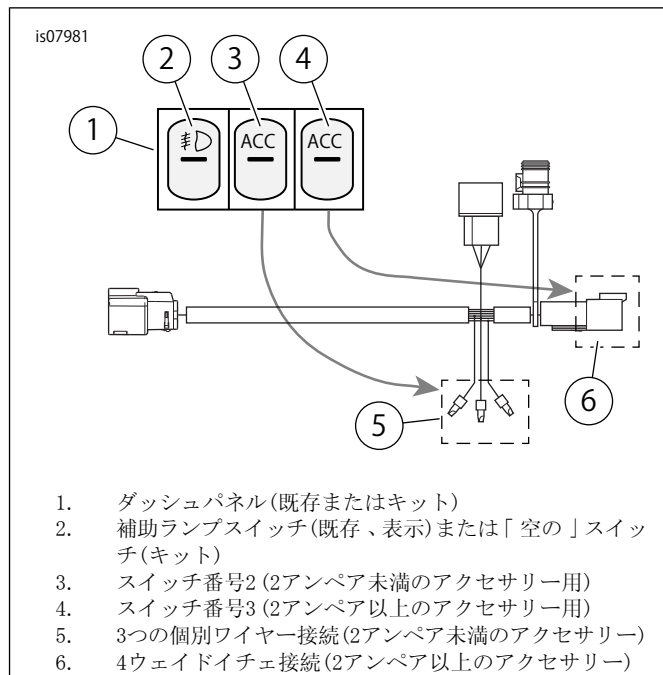

図1. スイッチ接続およびハーネス
2. 4ウェイドイチェソケットパワーコネクション付きのアクセサリ: 「図1」を参照してください。2アンペア以上を必要とするアクセサリには、4ウェイコネクタ(6)を使用する必要があります。コネクタは右側のスイッチポジションにあるスイッチによってコントロールされます。また、2アンペア未満のアクセサリの切り替えにも使用することができます。電気系統接続ハーネスまたは電気アクセサリアダプターに直接接続します。3つの個別ワイヤーを使用して電源に接続されたアクセサリ: 「図1」、「表1」、および「表2」を参照してください。3つのスプライスカップコネクタ(5)は、2アンペア未満を必要とするアクセサリ(2ワイヤー)、またはすでにリレーを有する2アンペア以上を必要とするアクセサリ(3ワイヤー)を切り替えるためにのみ使用することができます。アクセサリの配線を適当な長さに切り、電気接続ハーネスの3本の配線に届くようにします。必要に応じて、ハーネスの3つのワイヤーのワイヤーキャップを切断します。